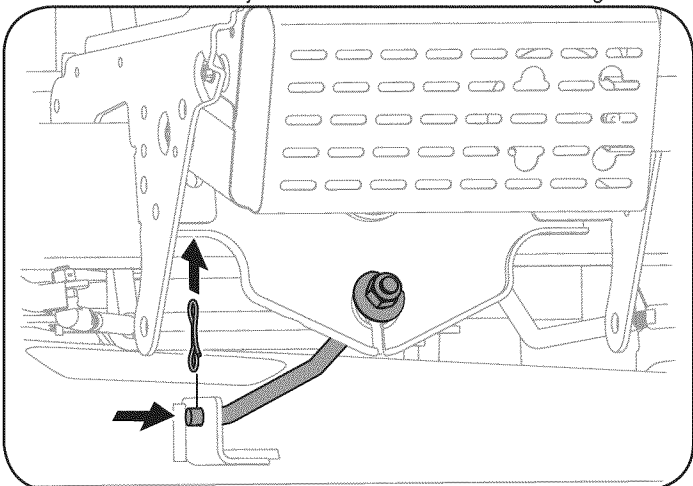

Figura 20
8. Retire la pajarita chaveta garantizar la barra estabilizadora de cubierta a cubierta. Deslice la barra de levantar la cubierta de la soldadura de montaje en la cubierta como se ve en la figura. 20.